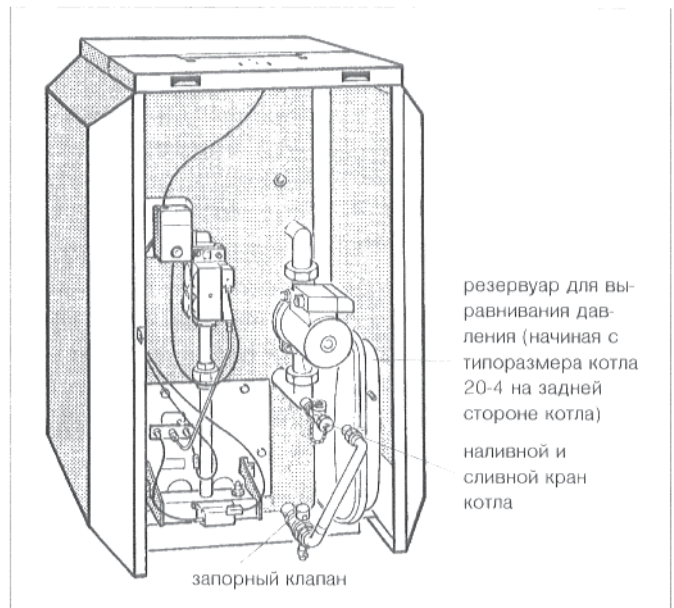
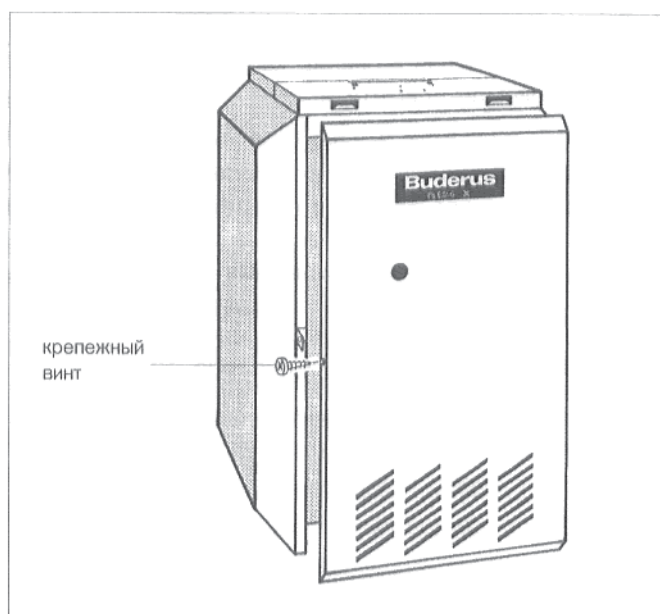

Рис. 9: G124 XV, передняя стенка открыта
Рис. 11: снять переднюю стенку котла
- Произвести контроль на герметичность. Для этого, закрытием запорного клапана под красным колпачком, резервуар для выравнивания давления отключается от системы (рис. 9). Снять переднюю стенку котла (см. рис. 11).
- Вывинтить крепежные винты слева и справа в боковых стенках (рис. 11).
- Приподнять переднюю стенку котла и снять в направлении вперед (рис. 11).
- Насадить регулятор на передний кожух так, чтобы вставные крючки на нижней стороне регулятора вошли спереди в овальные отверстия (рис. 9 и 14).